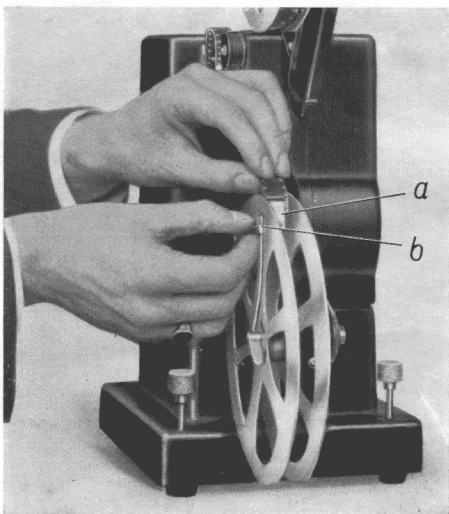

Bild 7.
Spule mit Film auf Achse des oberen Spulenträgers stecken, wobei Schwenkarm (b in Bild 7) auf der Seite liegen muß, auf der sich umlegbare Zunge befindet. Zunge in der Richtung umlegen, daß sie Schwenkarm **nicht behindert**. Leerspule in gleicher Weise auf Achse des unteren Spulenträgers aufsetzen.
9. Schwenkarm (b in Bild 7) der unteren Filmspule nach außen schwenken und Ende des Filmbandes in federnde Klemme (a) einklemmen.